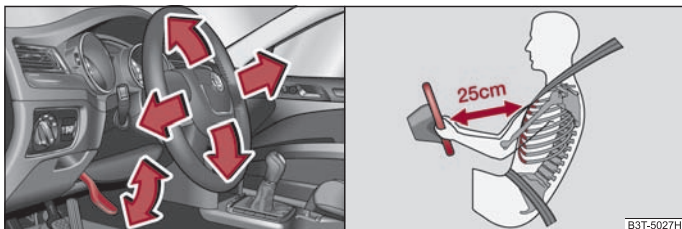

Fig. 125 Volan reglabil: Maneta de sub volan / Distanța sigură față de volan
- Îndreptați maneta de sub volan, în jos ⇒ fig. 125 - stânga ⇒ ⚠.
- Între șofer și volan trebuie să existe o distanță de cel puțin 25 cm ⇒ fig. 125 - dreapta. Dacă nu se respectă această distanță, sistemul airbag nu își poate exercita eficiența maximă – Pericol!